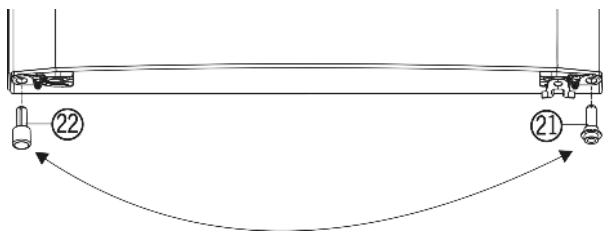

Fig. 4
- ▶ Estrarre il distanziatore Fig. 4 (22) dalla porta, in basso a sinistra.
- ▶ Inserire nuovamente il distanziatore Fig. 4 (22) nella porta, in basso a destra.